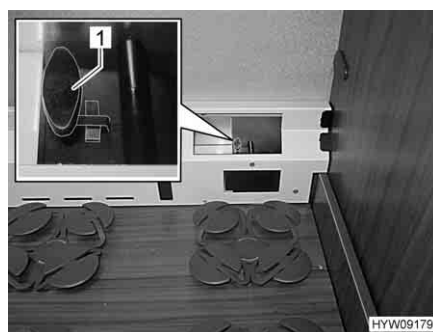

Fig. 119 Valvola di chiusura (zona di coda)
- La manopola (Fig. 119,1) si trova in senso longitudinale rispetto al tubo: La potenza di riscaldamento massima nella zona di coda.
- La manopola (Fig. 119,1) si trova in senso trasversale rispetto al tubo: La zona di coda non viene riscaldata.
- La manopola (Fig. 119,1) si trova in una posizione intermedia: La potenza di riscaldamento nella zona di coda varia a seconda della posizione della manopola.